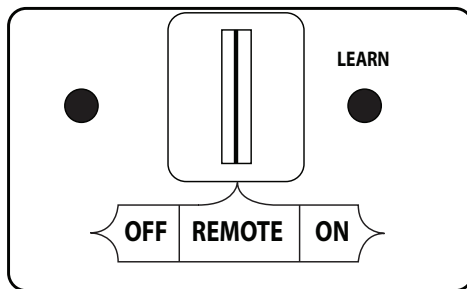
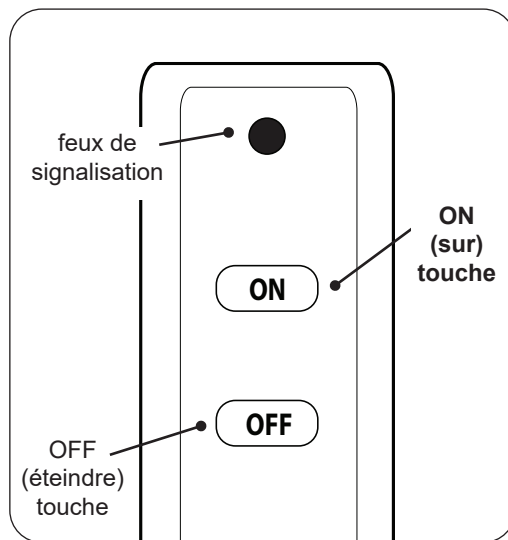

Fig. 12-1 Détail récepteur de télécommande (REMOTE)
Fig. 12-2 Détail télécommande
1. Repérez l'interrupteur à 3 positions sur le récepteur de télécommande (voir Fig. 12-1), Et faites glisser le commutateur sur la position **REMOTE** (éloigné).
**Note:** Pour Boîte de commutateur modèles, veiller à ce que l'interrupteur ON/OFF (sur/éteindre) à l'avant de la boîte de commutation est en position **OFF (O)** (éteindre).
2. Localiser la télécommande et appuyez sur la touche **ON** (sur). Voir Fig. 12-2. La séquence d'allumage commence.